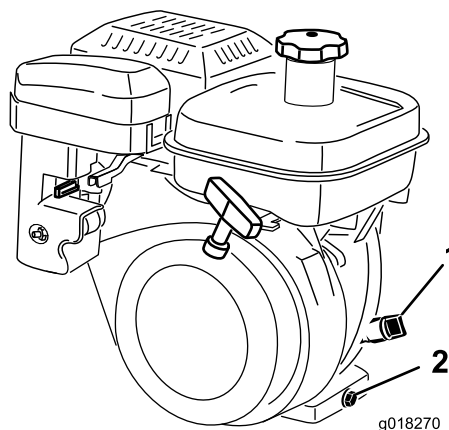

Figura 34
3. Pulite attorno all'asta indicatrice del livello dell'olio (Figura 34)
4. Estraete l'asta di livello dell'olio facendola girare in senso antiorario (Figura 34).
2. Collocate una bacinella sotto il tappo di spurgo, dietro la macchina (Figura 34). Allentate il tappo di spurgo.